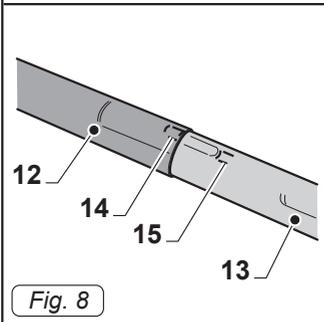

Fig. 8
- Unire le due prolunghe rigide (12-13 Fig. 8) facendo coincidere i due riferimenti (14-15 Fig. 8).